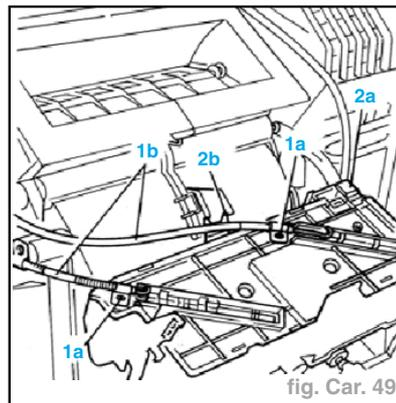

fig. Car. 49
- Dégager le support (2a) du boîtier de conditionneur en faisant levier sur l'agrafe de retenue (2b) (fig. Car. 49).